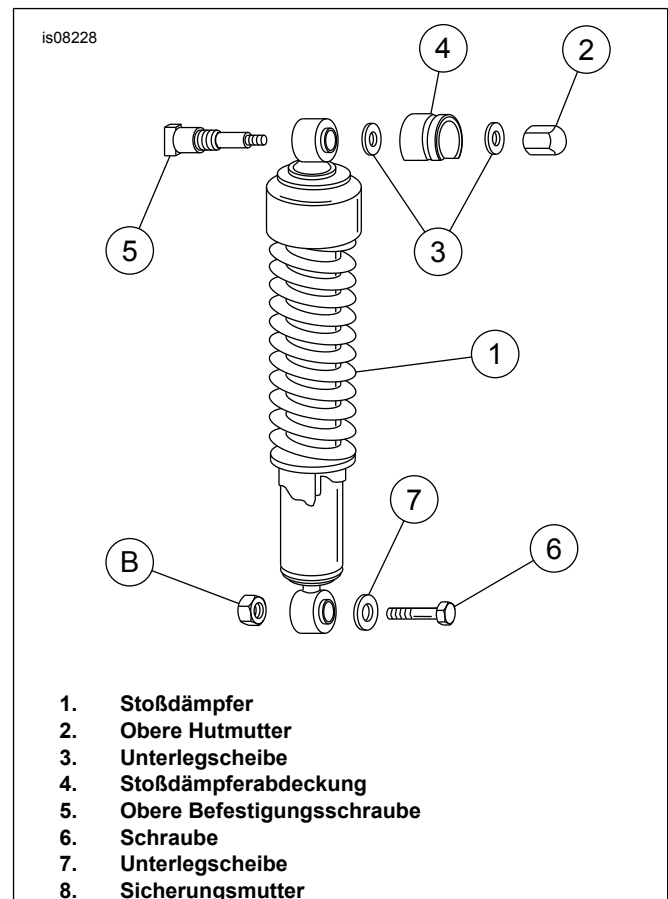

Abbildung 1. Stoßdämpferausbau – Nur für Hugger-Modelle
4. Siehe Abbildung 1. Hinterradschutzblech und Rahmen sicher abstützen. Den linken und rechten Stoßdämpfer abnehmen, indem die obere Mutter (2), Unterlegscheibe(n) (3) und Stoßdämpferabdeckung (4) entfernt werden. Schraube (6), Unterlegscheibe (7) und Sicherungsmutter (8) an der unteren Stoßdämpferhalterung entfernen. Stoßdämpfer abnehmen.
6. Siehe Abbildung 1. Die Stoßdämpfer mit den ursprünglichen Befestigungsteilen einbauen. Hutmutter (2) auf ein Drehmoment von 28,5–47,5 N·m (21–35 ft·lb) anziehen. Sicherungsmutter (8) auf ein Drehmoment von 40,7–67,8 N·m (30–50 ft·lb) anziehen.